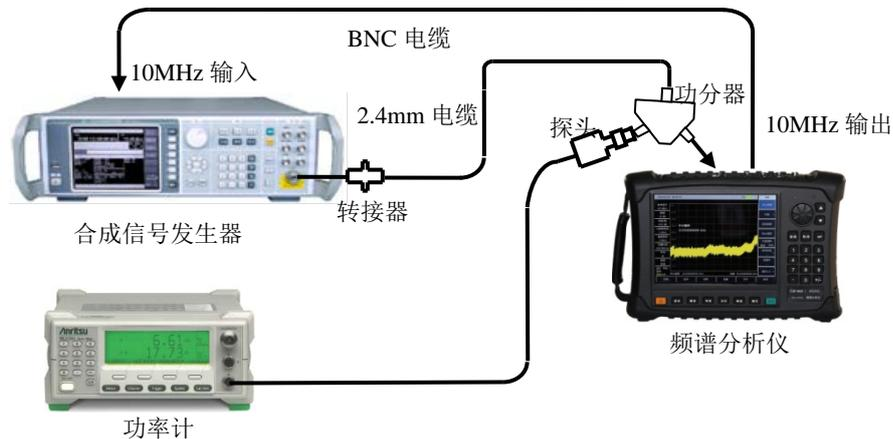

图 13-16 总电平不确定度测试设置
- 2) 如图 13-16 连接测试设备，信号发生器的输出接功分器的 SUM 端口，PORT1 端口和 PORT2 端口分别接 4024 频谱分析仪的射频输入端口与功率探头。